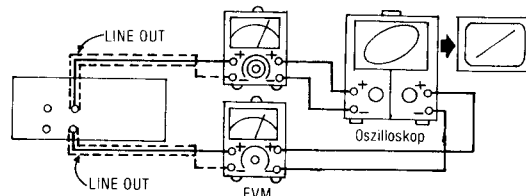

Abb. 1
1. Die Anschlußverbindungen für die Testgeräte sind in Abb. 1 gezeigt.